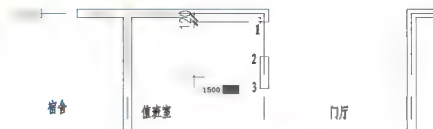

图 3.54 指定尺寸线位置
③ 在指定尺寸线位置或 [多行文字 (M)/ 文字 (T)/ 角度 (A)/ 水平 (H)/ 垂直 (V)/ 旋转 (R)]: 提示下，将光标水平向左拖动，输入“1500” (图 3.54)，以指定尺寸线和捕捉点之间的距离为 1500mm，然后按 Enter 键结束命令。